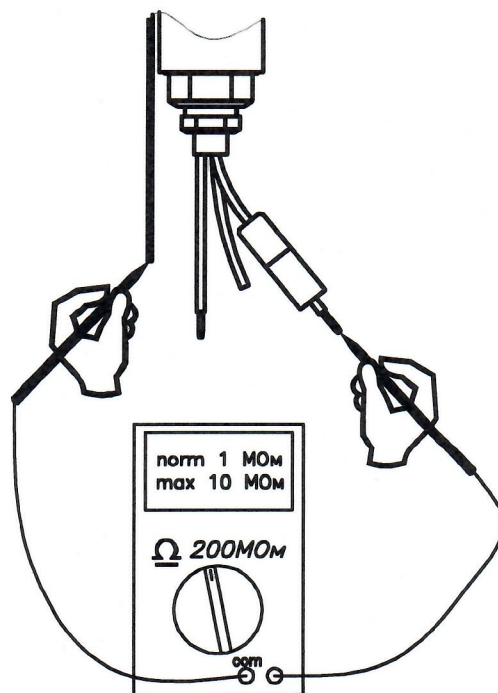

Рис.1
① Проверка цепи ЭС–ВЭ.
1.1 Отсоединить разъемы подключения кабеля и измерить сопротивление цепи ЭС–ВЭ см. Рис.1.